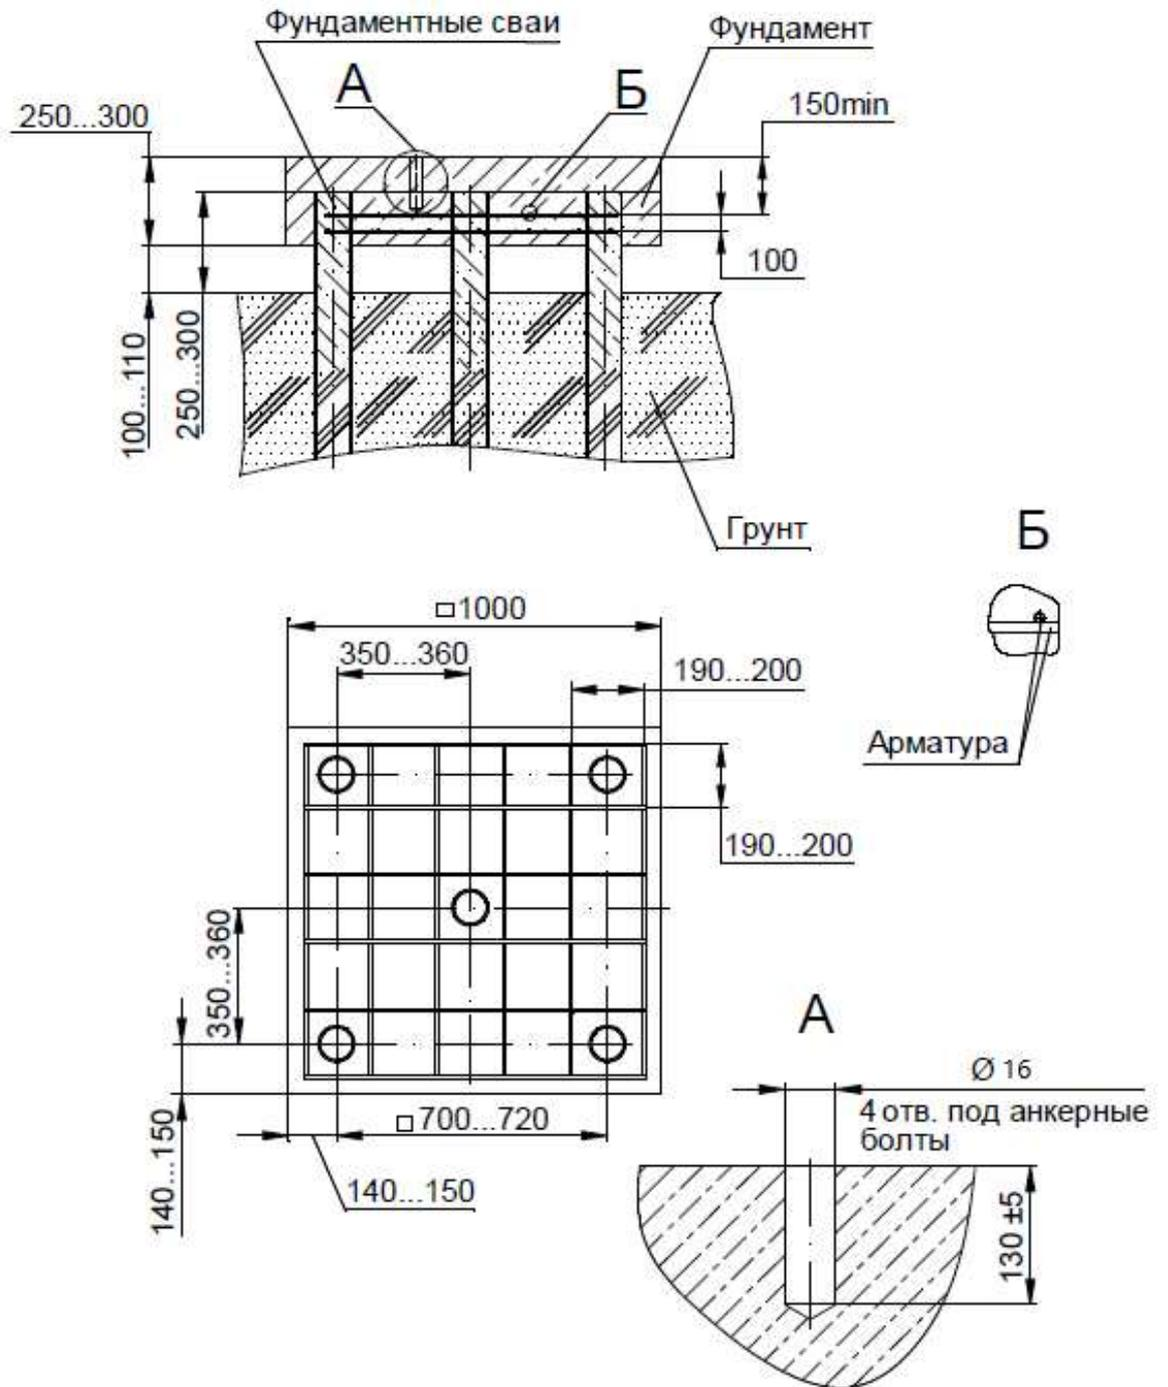

Рисунок 2.2 – Рекомендуемый вид фундамента для установки прибора на промерзающем грунте (в условиях вечной мерзлоты)
- выполнить разметку свайного поля (рисунок 2.2). Использовать пять свай длиной не менее 2,5 м (стальные трубы диаметром от 110 мм и толщиной стенки не менее 6 мм, допускается использовать трубы стальные прямоугольные размером не менее 100 x 50 x 6 мм или железобетонные сваи прямоугольной или трапецеидальной формы с площадью поперечного сечения порядка 130–150 см). Сваи забить в грунт, при этом верх всех свай должен быть приблизительно на одном уровне и быть выше уровня земли на 25–30 см. Заостренный конец сваи и стальной башмак на обратной стороне облегчает погружение сваи в грунт. Погрузить сваи в грунт при помощи сваезабивных агрегатов. Для облегчения забивки свай допускается пробурить в грунте предварительное отверстие диаметром на 3–5 см меньше диаметра трубы (сваи);